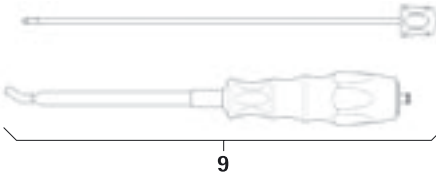

Fig. 5
- Smontare lo strumento inseritore per barre **9**, vedere Fig. 5: svitare la parte interna.